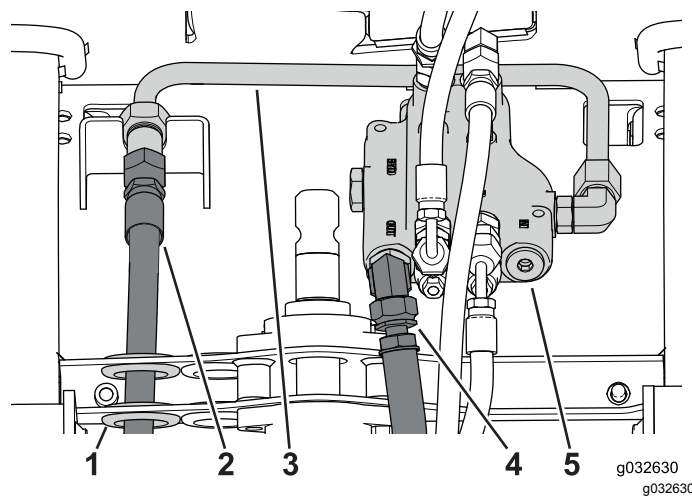

Figure 82
5. Faites passer le flexible d'alimentation dans la bague et branchez-le au raccord du tube (Figure 82).
6. Branchez le flexible de retour au distributeur de commande (Figure 82).